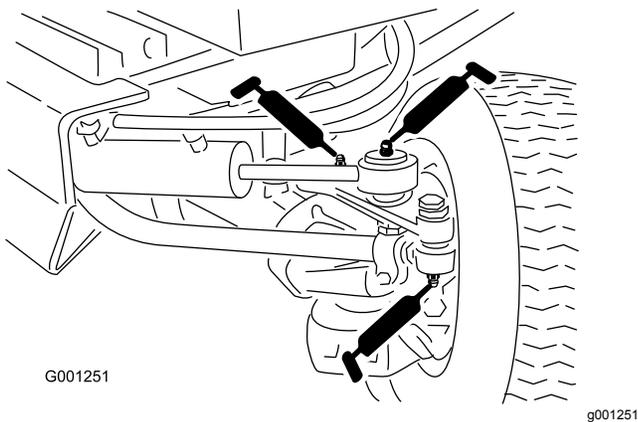

Figura 43
- Rótulas de las barras de acoplamiento (2) (Figura 43)
- Extremos de las bielas (2) (Figura 43)
- Puntos de giro de la dirección (2) (Figura 43)
- Pasador de giro del eje (Figura 43)